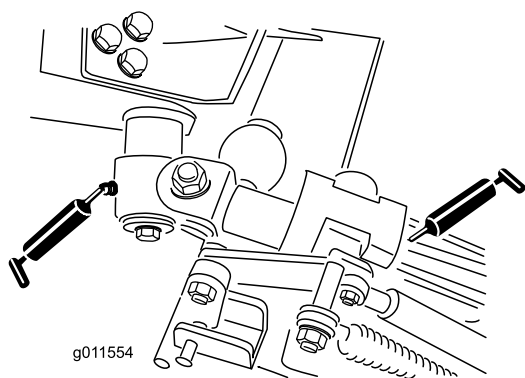

Figure 74
- 2 bagues de pivot d'axe coudé (Figure 74)
- 4 bagues de bras arrière (Figure 74)